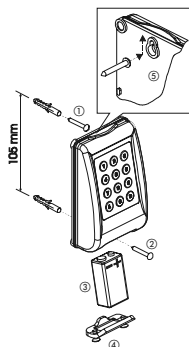

Fig. 3
3. Installazione (rif. Fig. 3)